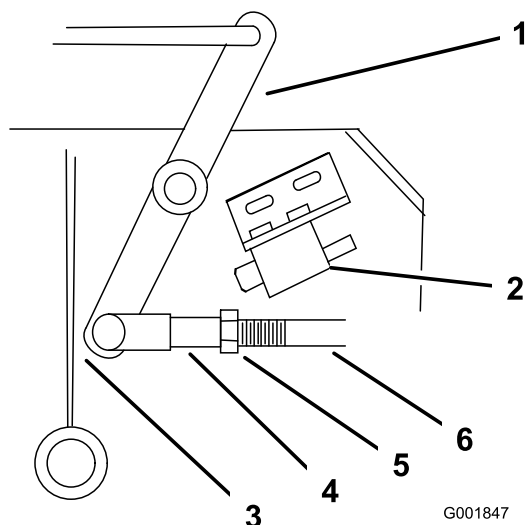

Figura 42
- Ajuste la longitud del acoplamiento hasta que el extremo inferior de la palanca acodada casi roce el refuerzo del soporte del eje (Figura 42).
- Afloje la tuerca de la horquilla (Figura 42).